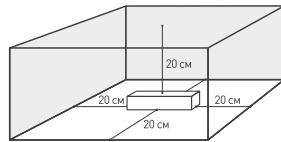
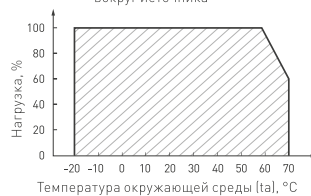

Рис. 3. Свободное пространство вокруг источника
Рис. 4. Максимальная допустимая нагрузка, % от мощности источника
- 4.3. Для естественной вентиляции обеспечьте не менее 20 см свободного пространства вокруг источника питания, как изображено на рис. 3. При невозможности обеспечить свободное пространство используйте принудительную вентиляцию. В случае установки в ограниченном пространстве (например, в лайтбокс или профиль) предусмотрите обеспечение требуемого температурного режима источника питания согласно рис. 4.
- 4.4. Не нагружайте источник питания более чем на 80% от его максимальной мощности. Учитывайте, что с повышением температуры окружающей среды максимальная мощность источника питания снижается (см. график зависимости на рис. 4).